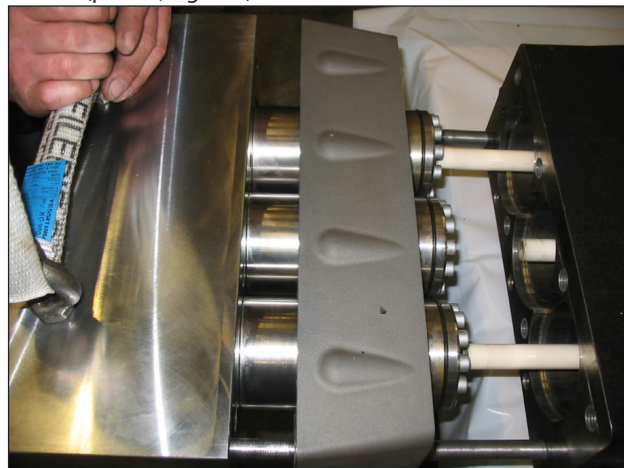

Fig. 109
Separe o cabeçote e o espaçador para camisas do cárter da bomba (pos. ①, Fig. 109).